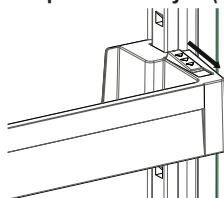

fig. 1
**För att ändra Adapti-Lift läge** håller du i botten av hyllan och drar knapparna på sidan av dörrhyllan i pilens riktning (fig. 1)